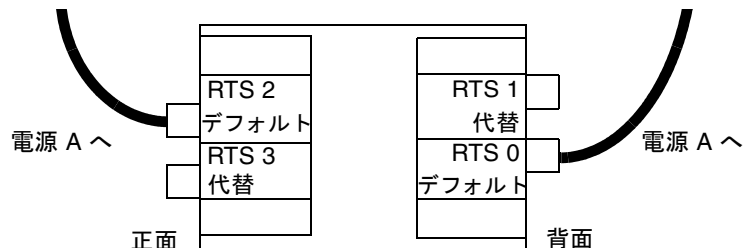

図 2-7 1 つの AC 電源
- 1 つの AC 電源を使用する構成では、システムの正面左側に 1 本、背面左側に 1 本の計 2 本のケーブルを接続します (図 2-7)。デフォルトの RTS ユニットと同じ電源を使用するコンセントに代替 RTS ユニートを接続すると、信頼性が損なわれることとなります。